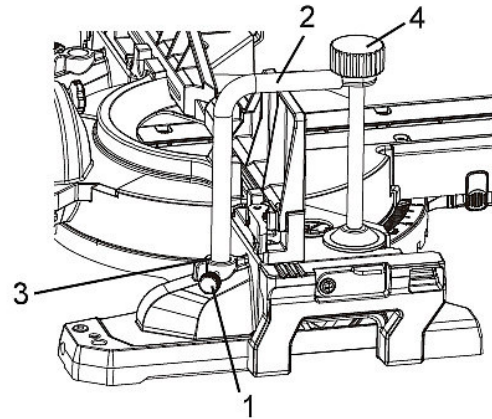

Abb. 9: Anbringen der Niederhalter
7.4 Anbringen des Niederhalters (Abb. 9)
Schritt 1: Lösen Sie den Verriegelungsknopf (1) von der Rückseite der Säge.
Schritt 2: Setzen Sie die Niederhalteklammer (2) in eine der Befestigungsbohrungen (3).
Schritt 3: Ziehen Sie den Verriegelungsknopf (1) fest.
Schritt 4: Lösen Sie den Knopf (4), um die Klemme nach oben oder unten zu verstellen, um das Werkstück fest zu spannen.
Schritt 5: Die Niederhalterklemme (2) kann in eine der Montagelöcher (3) hinter dem Zaun eingesetzt werden.